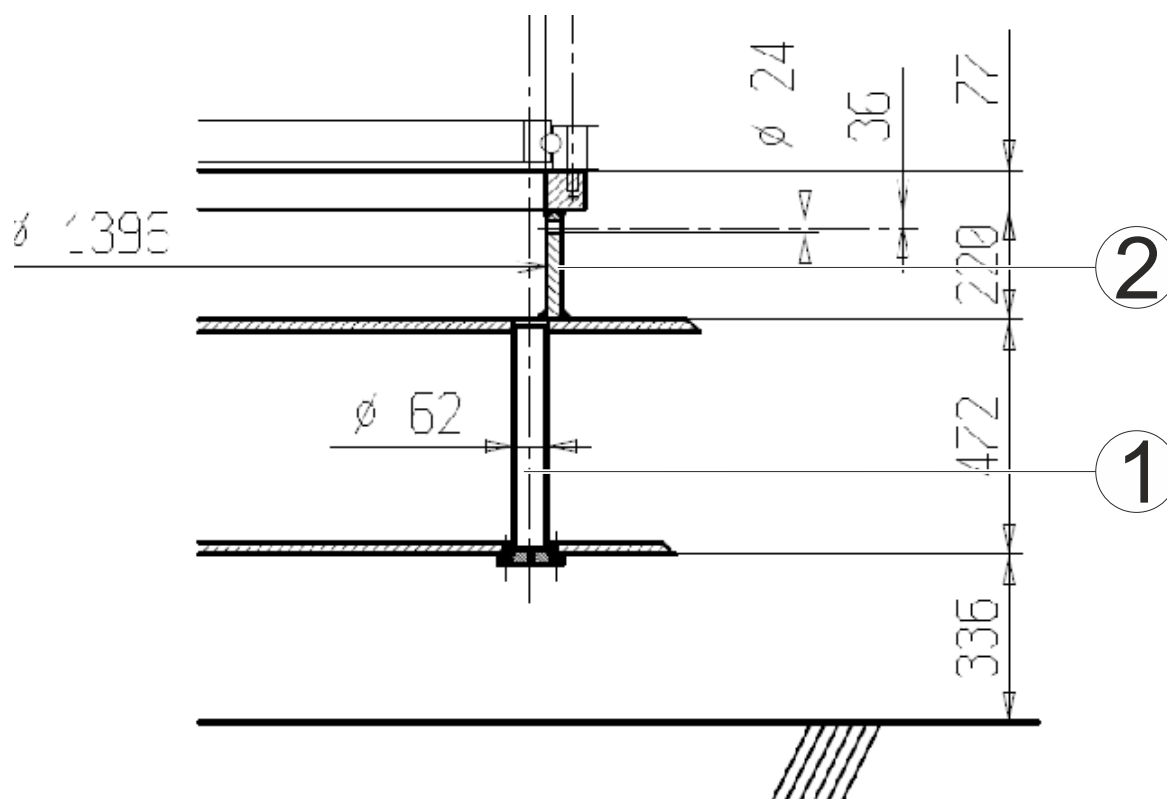

Fig. 250 Parafusos da coroa de orientação
| 3 | Use uma chave de torque para apertar os parafusos da coroa de orientação (2) na Fig. 250 da pista externa a partir de cima em um padrão cruzado. |
| 3 | Use uma chave de torque para apertar os parafusos da coroa de orientação (1) na Fig. 250 da pista interna em um padrão cruzado conforme mostrado. |